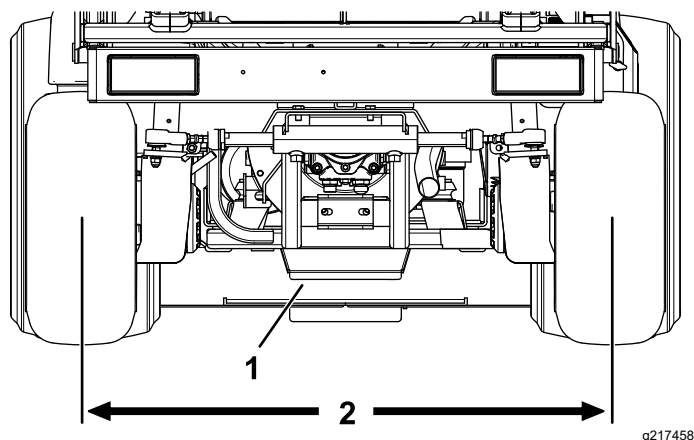

Рисунок 83
2. Отрегулируйте обе тяги таким образом, чтобы межцентровое расстояние впереди и сзади у задних колес было одинаковым (Рисунок 83).